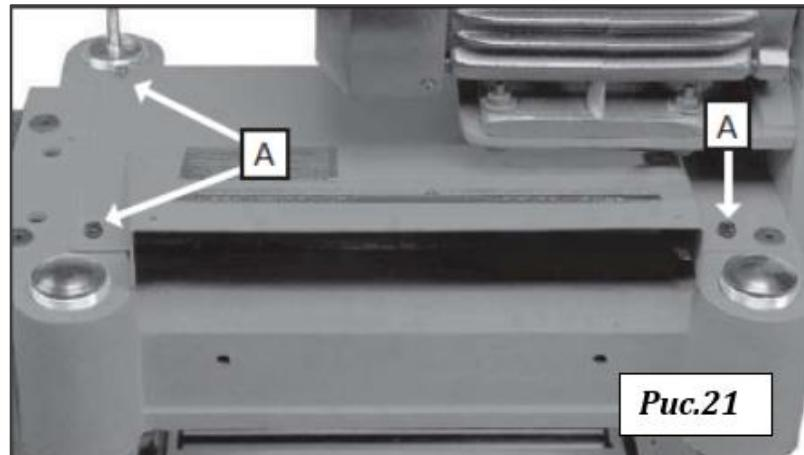
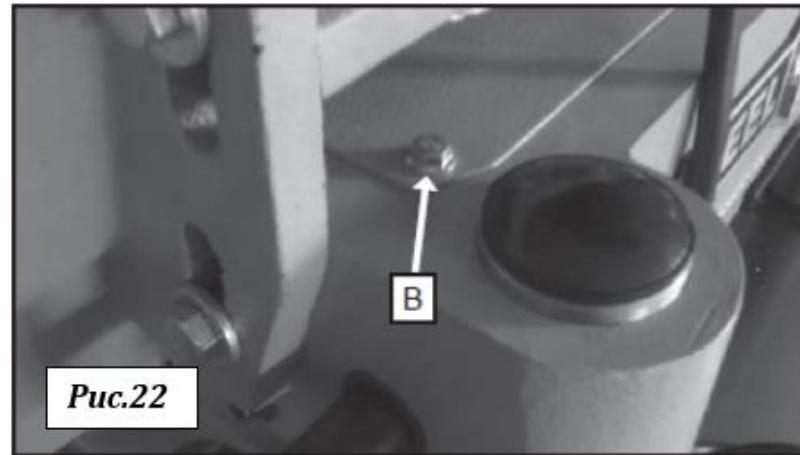

Рис.21
Рис.22
1. Вывернуть четыре винта, три из которых показаны на позиции (A), рис. 21, и винт (B), рис. 22.